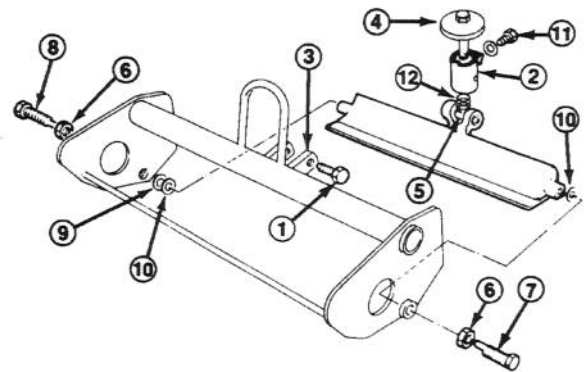

Figure 12
1. Retirez la vis SPC de fixation et la rondelle du bras de rappel à ressort de l'assemblage du pivot. Desserrez les vis du pivot fixant l'assemblage du pivot du contre-couteau aux supports du châssis du tambour (Fig.12).
2. Faites tourner l'assemblage de la molette de réglage et du pivot dans le sens horaire (filetage à gauche) jusqu'à ce qu'il soit dévissé du pivot de la contre-barre (Fig.12).
3. Desserrez les écrous de blocage fixant les boulons de pivot gauche et droit de la contre-barre (Fig.12).
8. Fixez le côté droit de la contre-barre à la plaque latérale au moyen d'un boulon à épaulement, d'un contre-écrou, d'une rondelle en acier et d'une rondelle en plastique. Placez les rondelles entre la contre-barre et la plaque latérale, la rondelle de plastique du côté de la contre-barre. Réglez le boulon à épaulement (côté droit) jusqu'à ce que le côté gauche de l'assemblage de la contre-barre soit solidement appuyé contre la plaque latérale gauche, serrent fermement la rondelle en plastique, de sorte que tout jeu dans la contre-barre soit supprimé. Celle-ci doit pouvoir pivoter librement et sans contrainte lorsque l'assemblage du pivot et de la molette n'est pas encore installé. Serrez le contre-écrou tout en maintenant le boulon à épaulement (Fig.12).
9. Vissez l'assemblage de la molette de réglage et du pivot dans le côté plat du pivot de la contre-barre jusqu'à ce que les trous de fixation dans l'assemblage du pivot soient alignés avec les trous dans les supports du châssis du tambour et que le contre-couteau n'interfère pas avec le tambour (Fig.12).